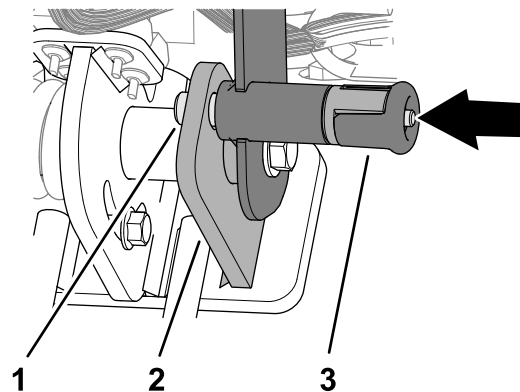

Рисунок 73
2. Убедитесь, что штифт фиксатора рукоятки управления проходит через отверстие в пластине с фиксирующим пазом (Рисунок 73).